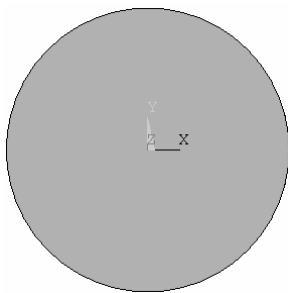

图 2-39 圆
(1) 依次选择 Main Menu>Preprocessor>Modeling>Create>Areas>Circle>Solid Circle, 弹出“Solid Circle...”窗口。在“WP X”后的方框中输入“0”，在“WP Y”后的方框中输入“0”，在“Radius”后的方框中输入“0.1”。单击“OK”按钮生成一个圆（见图 2-39）。